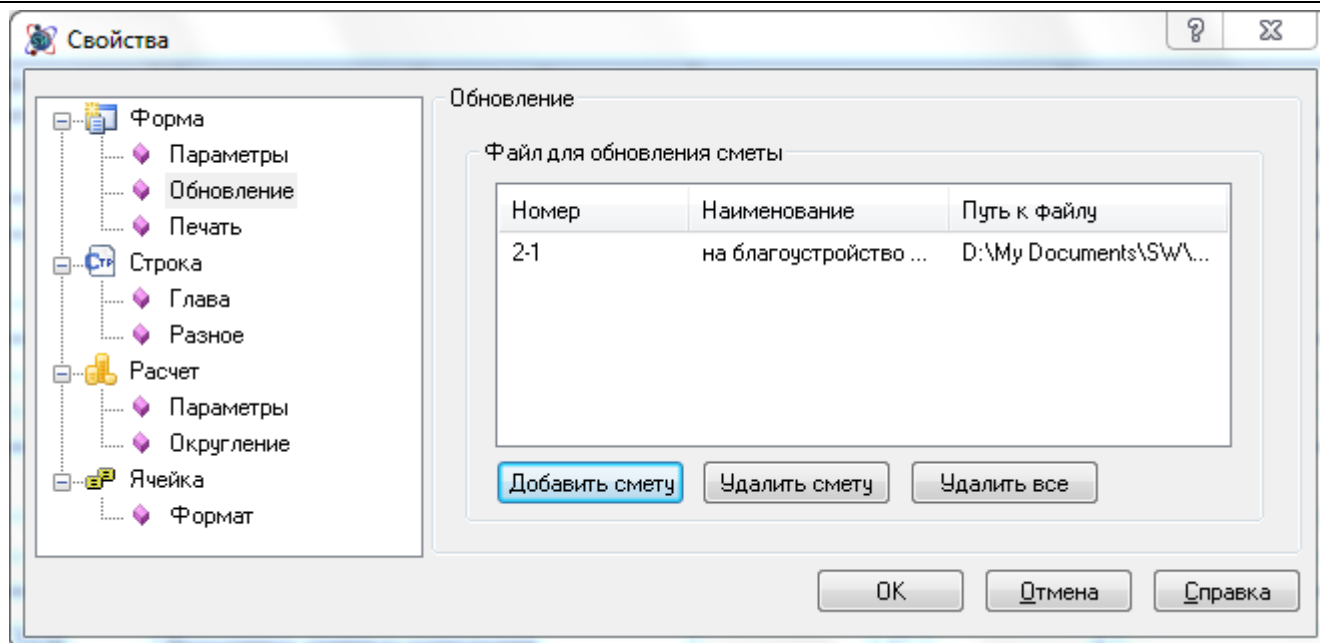

Рис. 6.2 Диалоговое окно Свойства, раздел Форма/Обновление
2. Выполнить команду **Свойства формы** на вкладке **Главная**. В диалоговом окне *Свойства* выбрать раздел Форма/Обновление (рис. 6.2).